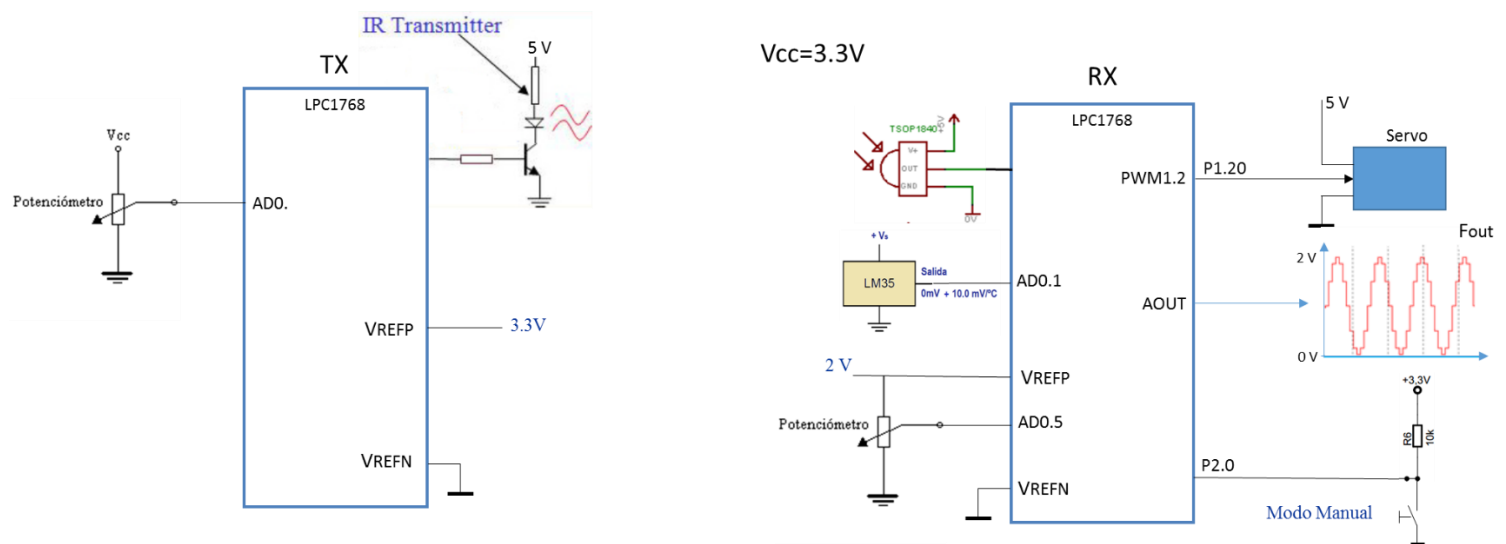

Figura 1. Diagrama de bloques del sistema
El diagrama de bloques de figura 1 muestra un sistema de control a distancia por infrarrojos de servomotor basado en el LPC1768 (Fcpu=100Mhz). El sistema consta de un módulo transmisor y un módulo receptor. El módulo transmisor (TX) dispone de un potenciómetro que permite controlar la posición del servomotor conectado al módulo receptor (RX) en un rango de 0 a 180° variando su recorrido.